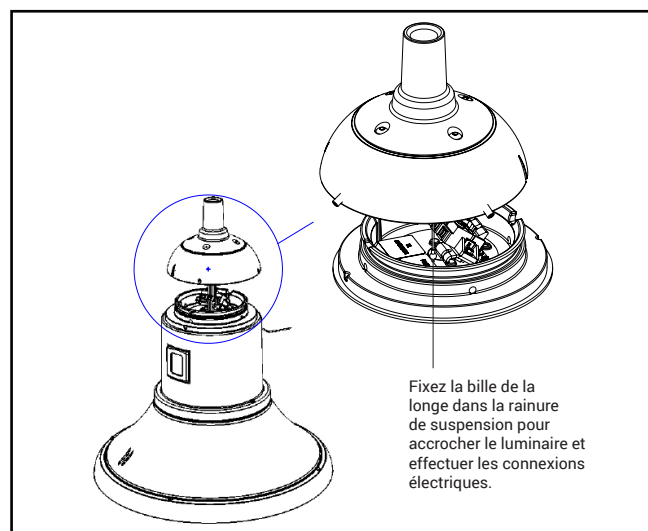

Figure 3.
5. Soulevez le luminaire et suspendez-le à la longe du câble. Le support de suspension est muni d'un aimant pour tirer la bille de la longe en place (Figure 3).